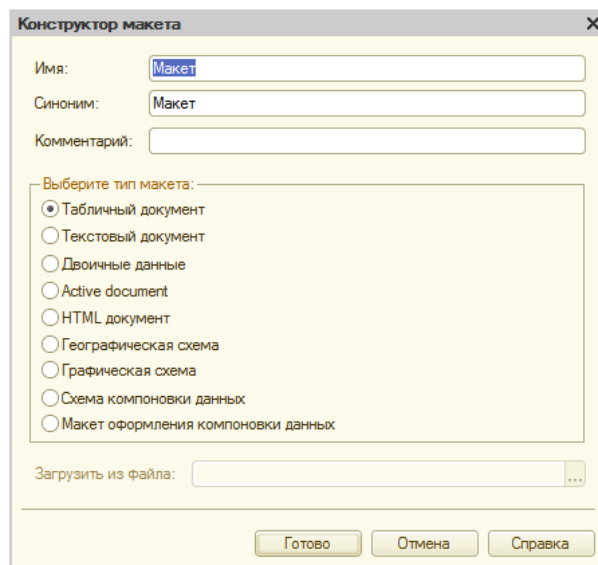

**Рисунок 9.1-** Создание нового отчета
1. Создадим в ветви дерева конфигурации **Отчеты** новый отчет, дадим ему имя **СписокКонтрагентов**, Рисунок 9.1.